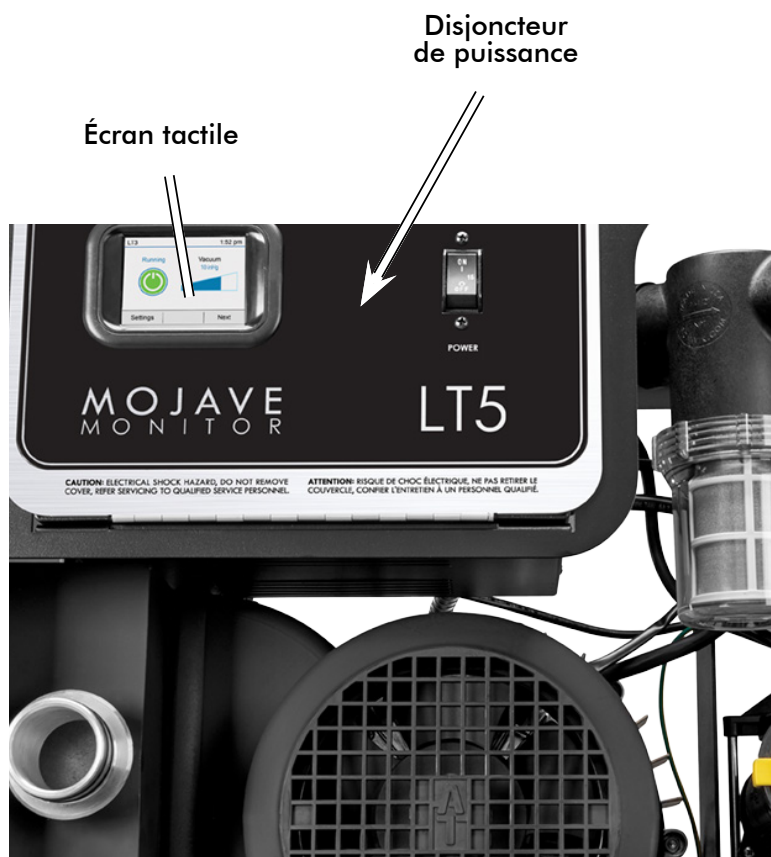

Figure 10. Commandes et indicateurs du panneau avant du MOJAVE LT
4. **Connexions électriques du système.** Reportez-vous à la section Connexions électriques (voir la figure 9) et connectez la pompe à l'alimentation électrique de l'installation 220 V. Reportez-vous aux figures 10 et 11 lors de la connexion de l'interrupteur à distance basse consommation. N'utilisez pas d'interrupteur haute tension pour couper l'alimentation à distance. L'unité doit rester alimentée en permanence.
La figure 10 montre le câblage du câble électrique BX utilisé pour connecter le LT directement à l'alimentation d'entrée de l'installation.
Comme le montre la figure 10, les connexions sont réalisées via les connecteurs J4 et J6 de la carte principale.